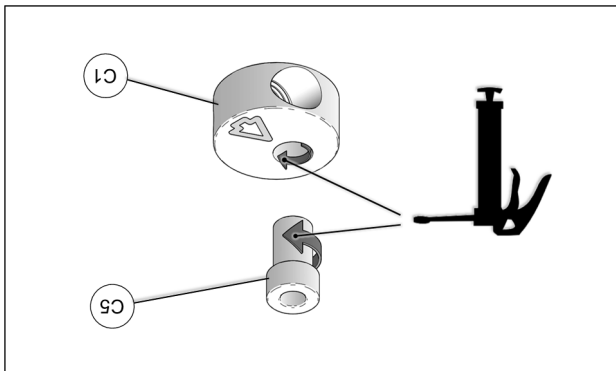

Fig. 23
12. Les bagues espacers (C5) doivent être graissées. Appliquer une couche de graisse sur toute la circonférence de la bague espaceur et dans le logement du disque en aluminium (C1). Fig. 23